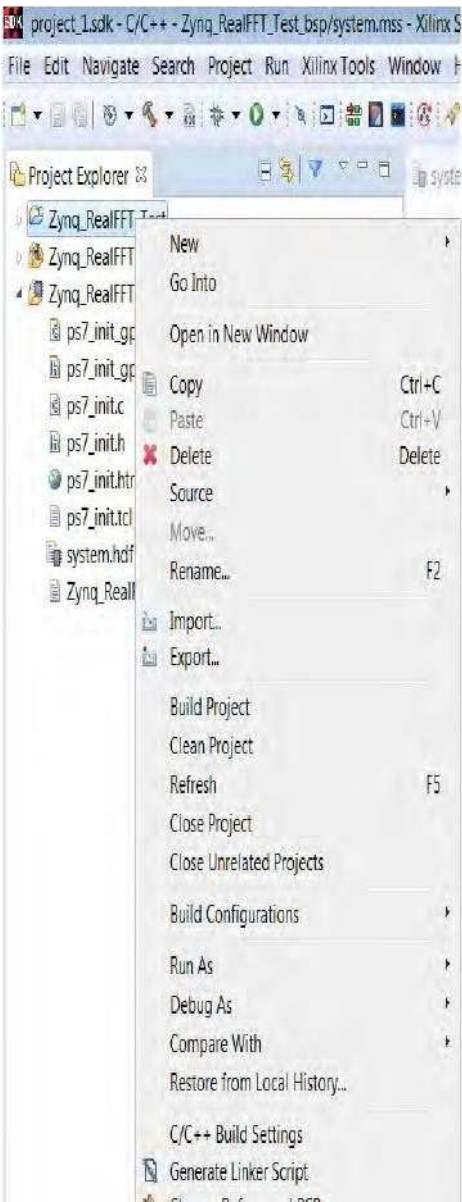

图 10-42: 指定 C/ c++ 构建设置
a. 在 **project Explorer** 窗格中右键单击项目 **Hello World**，并选择 **C/C+ Build Settings**(图 10-42)。